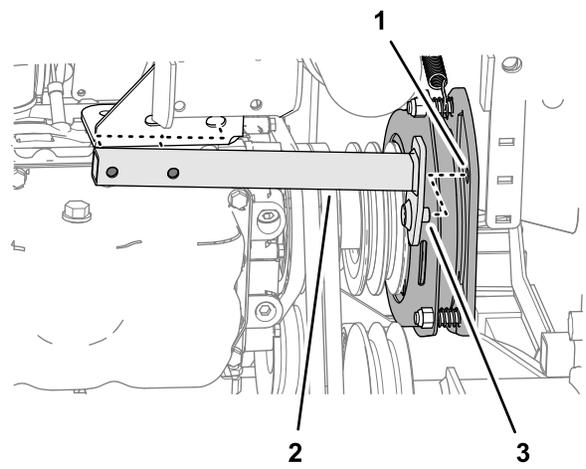

Figure 92
7. Déplacez le tube anti-rotation vers l'arrière et déposez-le de la machine (Figure 92).
2. Alignez la goupille du tube anti-rotation et le trou dans le plateau d'embrayage de la PDF ; voir Figure 92 sous Dépose des courroies de PDF (page 68).